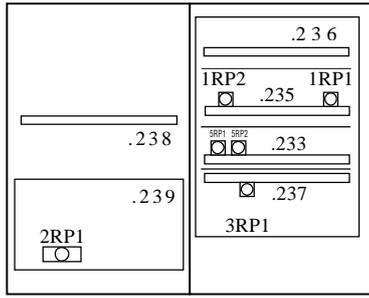
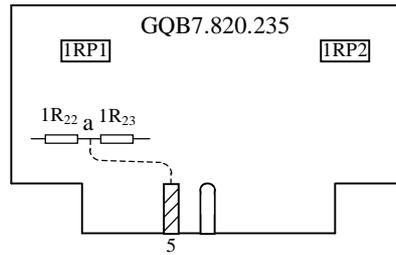

图 5 印制板位置示意图
图 6 双通道放大板(.235板)
将 235 板 (见图 5) 拔出，用导线将 1R22 (820K) 和 1R23 (8K2) 两电阻相接点 a 与印制板第五脚 (地线，见图 6) 短接，将外调零补偿电压旁路，再将此板插回仪器，通电预热半小时。
③在 2V 量程, 输入 1.9990V 标准电压 (由 UJ41 或 UJ9 型直流电位差计来), 调整 .239 板上的电位器 2RP1 (位置见图 5), 使显示值与输入值相等。当然也可以用直接比较法, 即把被校微欧计与一台标准数字电压表的输入端并联起来, 一起接入 1.9V 左右的稳定电压, 调节 2RP1, 使两台仪器的显示值相等。
④校 100mA 电流
量程置 20Ω 档, 输入端用四夹子输入线, 接 10Ω 标准电阻器, 调节电位器 3RP1 (见图 5), 使微欧计的电阻显示值与该电阻器的标定值 (10.000Ω) 相等。